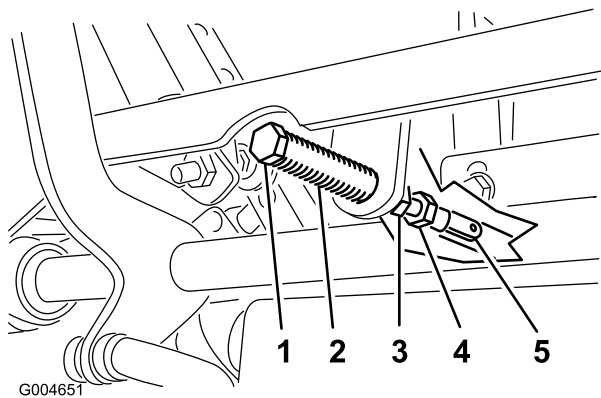

図 63
5. クレビスピン(ピボットシャフトの上のアームについている)がスロットの端部に接触する(スプリングに圧力が掛かり始める位置)まで、レバーを手前に引く(図 63)。
7. 調整が必要な場合は、ジャムナットをゆるめて調整ナットをヨーク側に移動できるようにする(図 63)。
8. コントロールレバーを軽く手前(後退側)に引きながら、調整ボルトを回して、コントロールレバーがちょうどニュートラル固定位置にくるように調整する(図 63)。
9. ナットとジャムナット(図 63)を締め付ける。
9. ボールジョイント部でジャムナット(図 63)を締めつける。